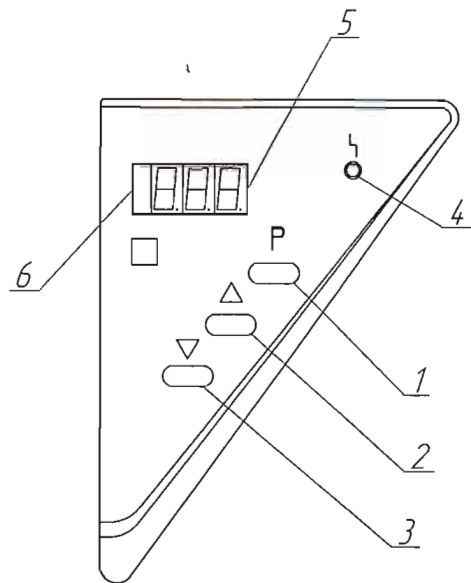
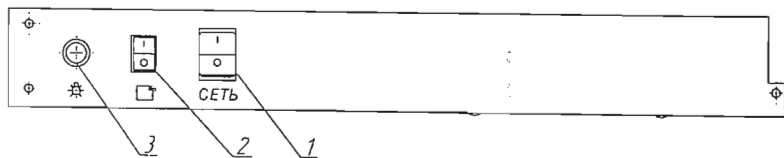

Рисунок 2. Расположение органов управления термостатом на блоке управления.
Рисунок 3. Расположение органов управления термостатом на силовой панели.
Блок управления (рис.2) предназначен для автоматического управления процессом термостатирования в термостате.
Силовая панель осуществляет коммутацию между рабочими элементами термостата (рис.3). На ней расположены клавиша включения/выключения термостата (поз.1), клавиша включения/выключения вентилятора (поз.2), кнопка включения/выключения света в камере (поз.3).
Нажать на клавишу "СЕТЬ" (поз.1 рис.3) при этом на дисплее панели управления (поз.5 рис. 2) высвечивается температура внутри камеры термостата.
Для просмотра значения установленной температуры нажмите кнопку "P" (поз.1 рис.2), при этом блок управления перейдет в режим индикации установленной пользователем температуры.
Корректировка требуемой температуры осуществляется следующим образом: нажатием на кнопку "P" переводим блок управления в режим индикации установленной пользователем температуры. Для корректировки этой температуры использовать кнопки "Δ" – увеличение и "∇" – уменьшение (поз.2,поз.3 рис.2) соответственно. Для сохранения откорректированной температуры нажмите на кнопку "P".
При необходимости можно включить освещение камеры (кнопка поз.3 рис.3), включить/выключить вентилятор кнопкой (поз.2 рис.3). При выключенном вентиляторе (положение "O"), необходимо учитывать, что точность поддержания температуры ухудшается.
Индикатор (поз.6 рис.2) сигнализирует о включении нагревателя.
2.3.2 Нажать на клавишу "Сеть" (поз.1 рис.3), при этом на дисплее высветится текущая температура внутри камеры.
2.3.4 По окончании работы термостат выключить нажатием на клавишу "СЕТЬ" (поз.1, рис.3).